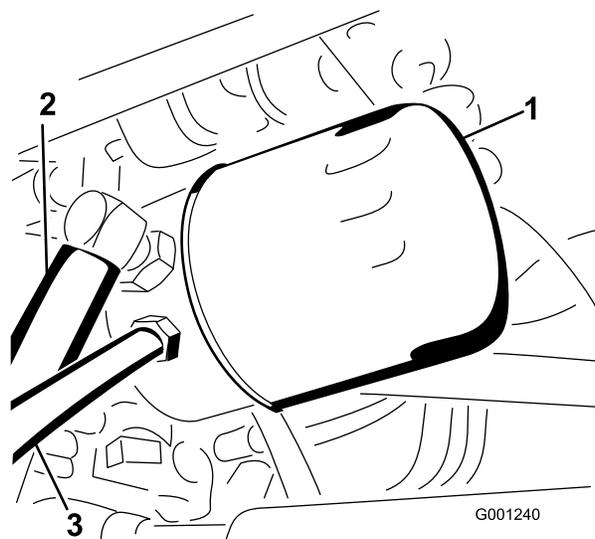

図 70
4. 油圧オイル・フィルタ取り付け部の周辺をウェスできれいに拭き、フィルタを外す (図 70)。